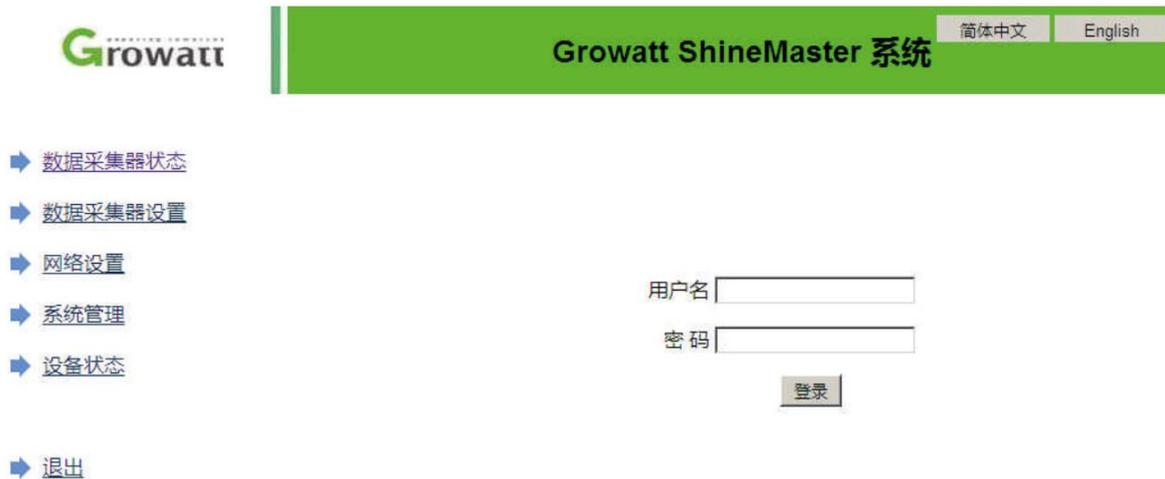

图 8.27 ShineMaster 内置页面访问
A. 访问前检查逆变器的通讯线是否连接牢固，检查无误后，即可在浏览器输入 ShineMaster IP 地址进入到 ShineMaster 的内置页面，如下图 8.27 所示。